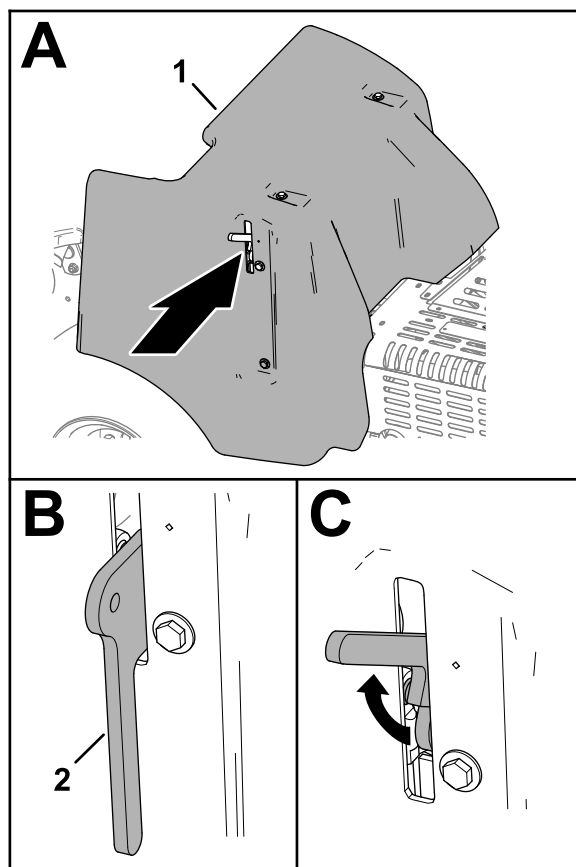

Figura 131
2. Eleve la manivela del cierre (Figura 131).